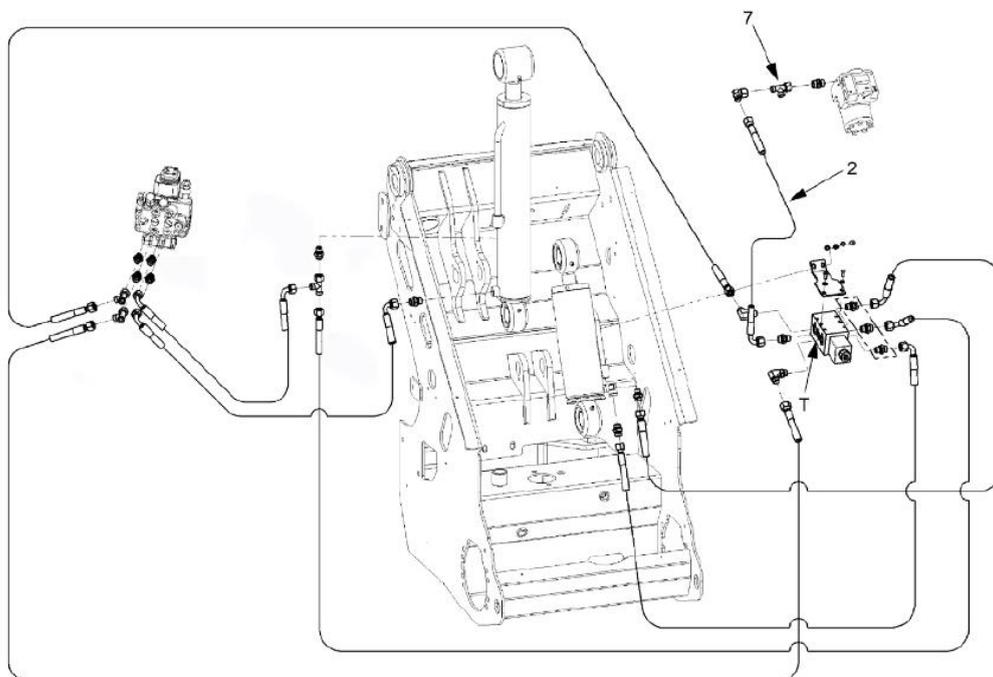

РИС.8
Снимите шланг с тройника на блоке рулевого управления. Установите Т-образный фитинг F-M-M 12L (7) на Т-образное отверстие на блоке рулевого управления. Снова подсоедините снятый шланг к этому Т-образному фитингу и закрепите шланг (2), идущий от Т на плавающем клапане, к свободному концу этого Т-образного фитинга (РИС.8).